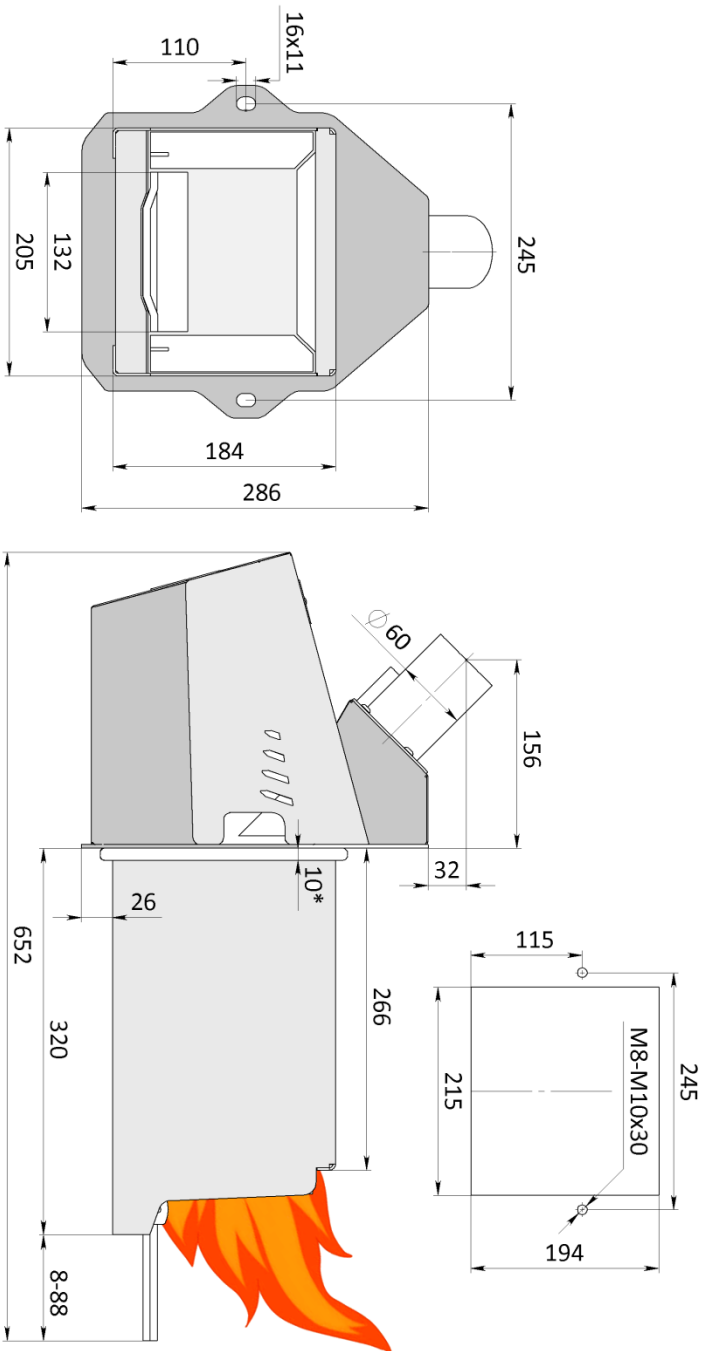

Рис. 3 Габаритные и присоединительные размеры пеллетной горелки КВТ Оптима 50 60 кВт.
- 2) Согласно схеме на Рис.3 выполнить монтажные отверстия в штатной дверце котла, если в комплекте поставки не предусмотрена дополнительная дверца горелки.